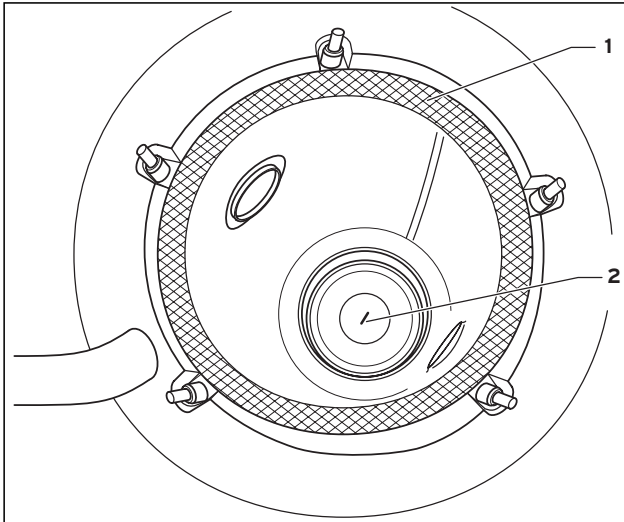

Abb. 7.7 Geöffnete Brennkammer
- Überprüfen Sie die Dichtsnur (1) auf Beschädigung und Verschleiß und ersetzen Sie sie gegebenenfalls.
- Entnehmen Sie die beiden Reinigungsbürsten. Die Reinigungsbürsten befinden sich im unteren Bereich hinter der Verkleidung (siehe Abb. 7.7)